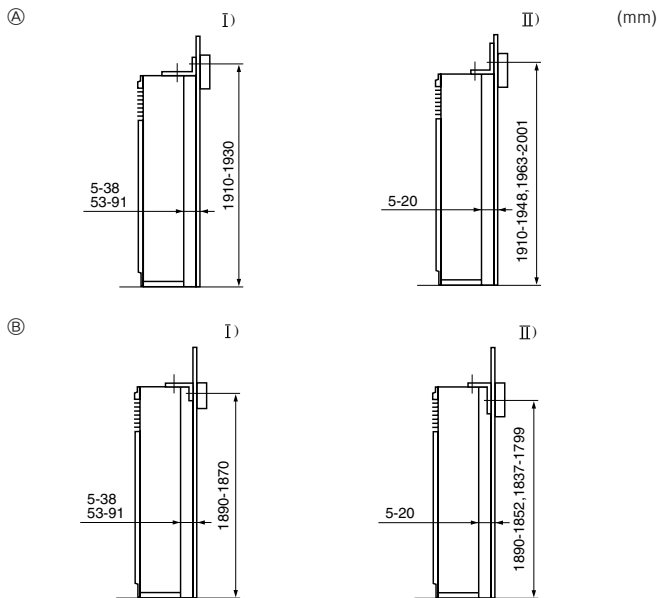

Fig. 3-3
- ① Γωνιακό λαμάκι στήριξης
Το γωνιακό λαμάκι στήριξης ① τοποθετείται στην άνω επιφάνεια της μονάδας. Βγάλτε τις λαμαρινόβιδες ② και στη συνέχεια επανατοποθετήστε το λαμάκι όπως φαίνεται στην εικόνα. Για τις κατάλληλες αποστάσεις τοποθέτησης, δείτε στη Fig. 3-3.
- Ⓔ Βγάλτε τη βίδα ⑩ και στη συνέχεια τραβήξτε τη γρίλια προς τα εμπρός για να τη βγάλετε.
3.3. Τοποθέτηση του γωνιακού λαμακιού στήριξης (Fig. 3-3)